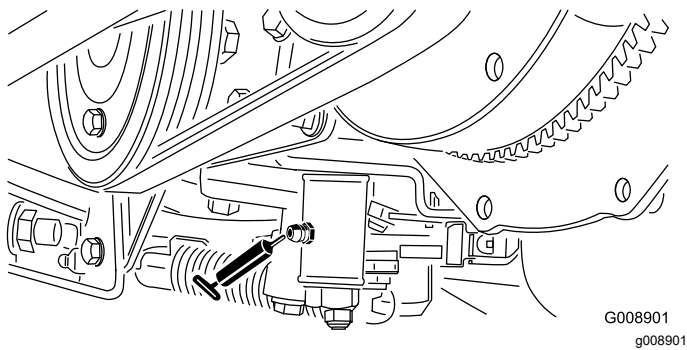

Figura 45
- Mecanismo de ajuste do ponto morto (Figura 45)